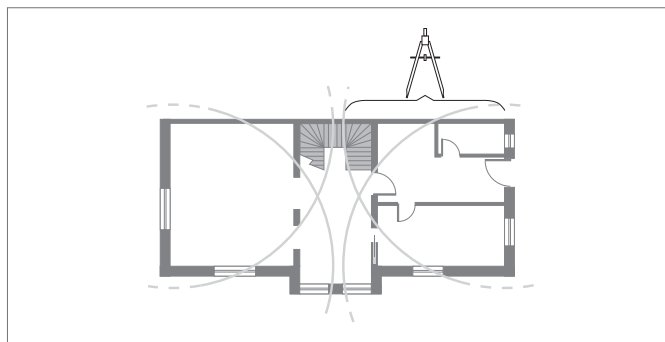

Рис. 3-1 Нанести дуги с рабочим радиусом1)
2. На плане здания из наружных углов следует провести циркулем дуги (серые линии) (см. рис. 3-1):